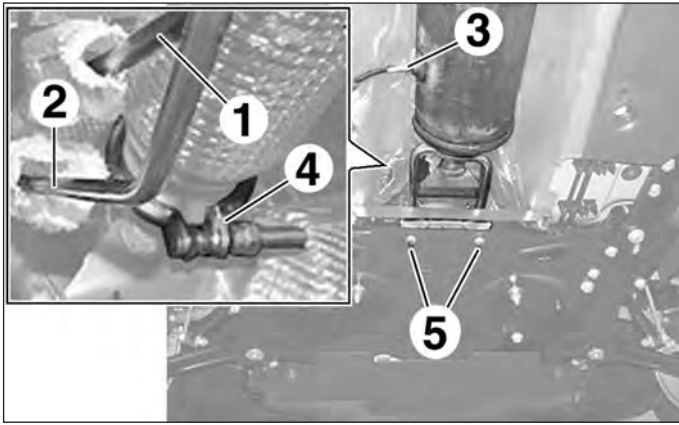

FIG.95
- Débrancher les tuyaux de prise de pression (1) et (2) (Fig.95).